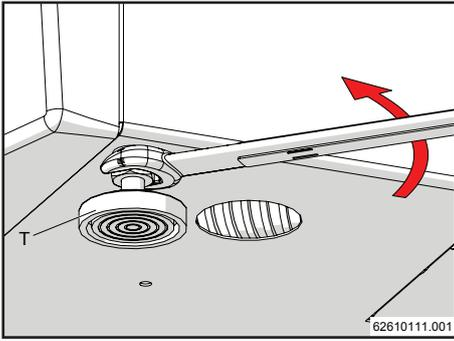
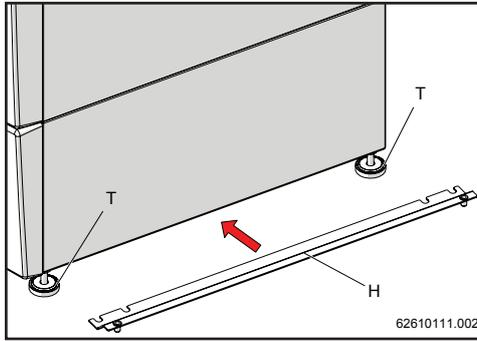

Figure 12-1
Figure 12-2
- 1.- Desserrer, avec la clé anglaise appropriée, les pieds réglables de l'appareil "T" (fig. 12-1), insérez le support "H" et resserrez les pieds "T" (fig. 12-2 et 12-3). Répétez la même procédure de l'autre côté.